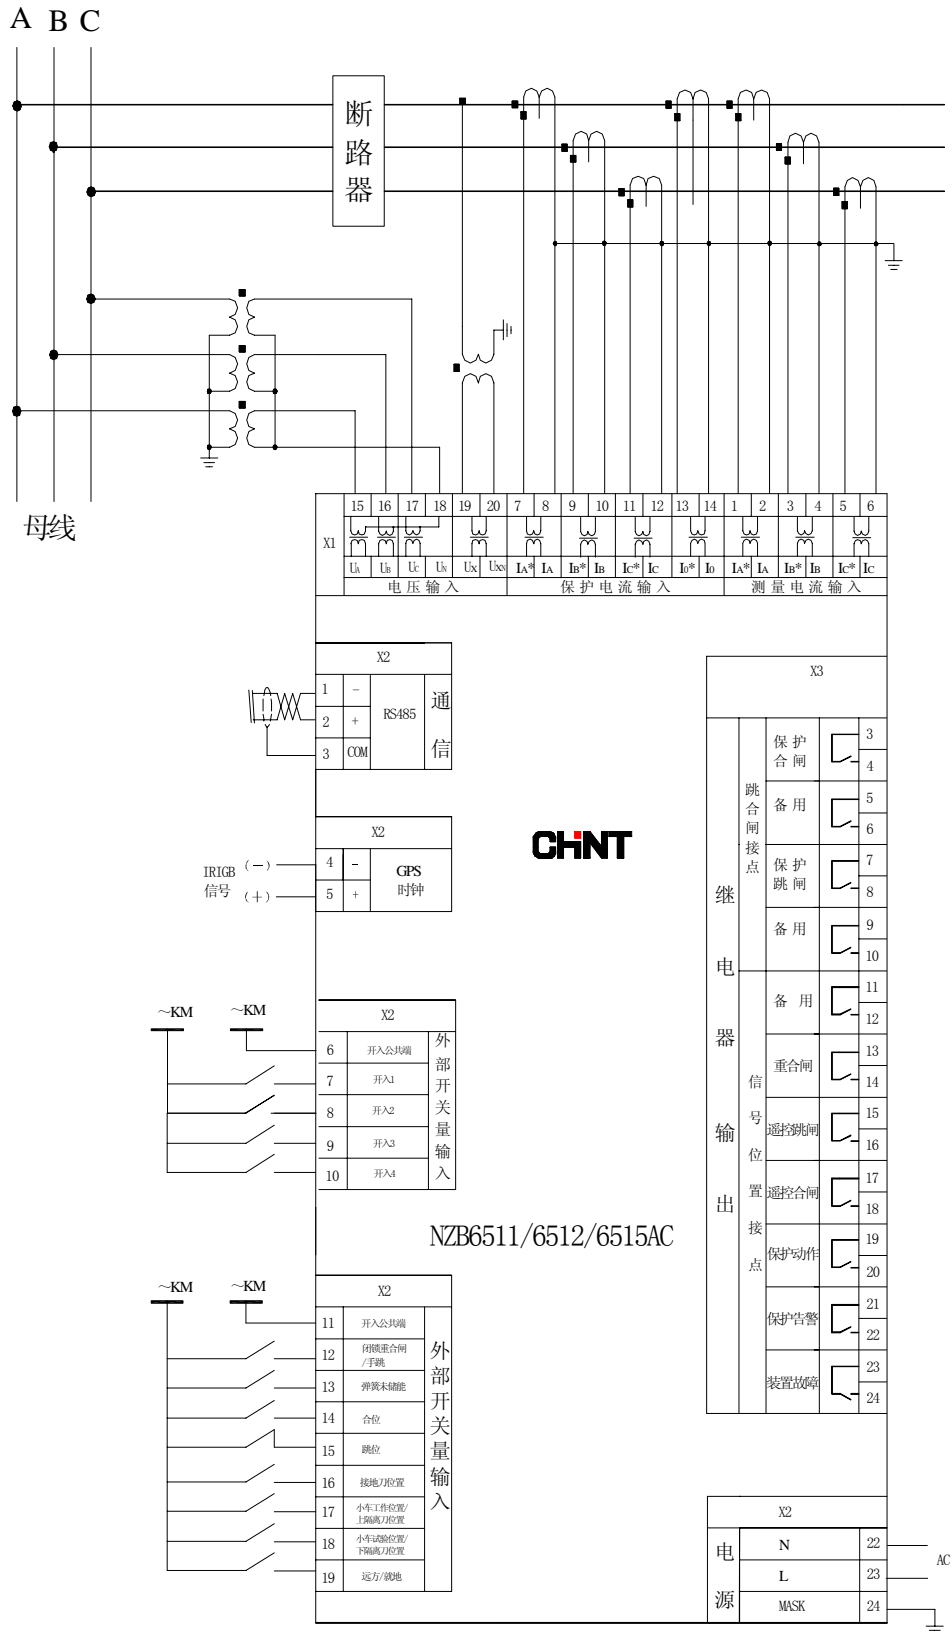

图 10: NZB6511AC/NZB6512AC/NZB6515AC 典型接线图
4) NZB6511AC/NZB6512AC/NZB6515AC 典型接线图见图 10